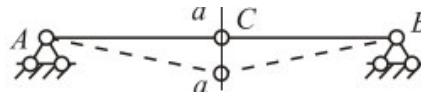

Рис. 1.5
4. Определите тип системы, показанный на рис. 1.5